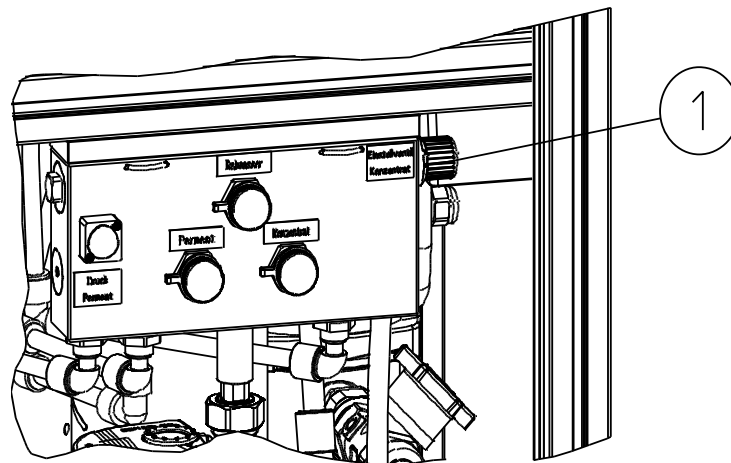

Fig. F-4: Nålventil koncentration
Indstil koncentrationen på nålventil koncentration (se fig. F-4, pos. 1).